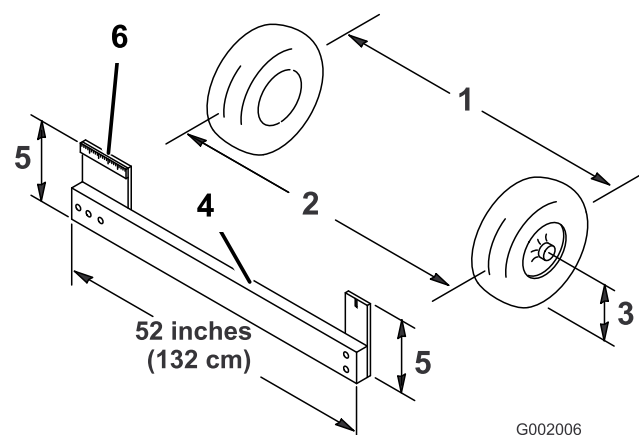

図 54
4. 前輪の前と後ろで、左右のタイヤの中央線間距離を測る; 計測はアクスルの高さで行う (図 54)。前輪の後ろで、アクスルの高さで測定を行うには市販または手製のトーイン測定器が必要となる。前後の計測とも同じ道具を使用し、アクスルの高さで正しく測定すること (図 54)。